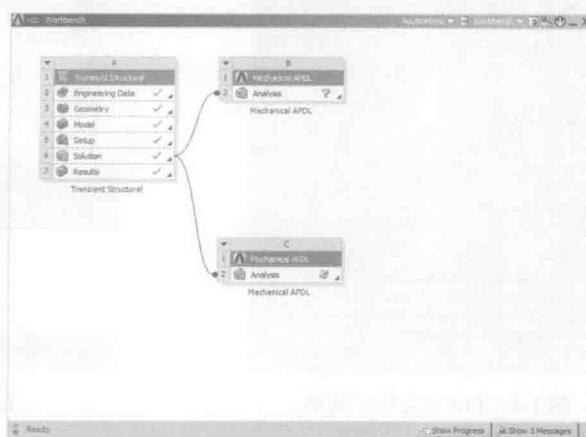

图 1-9 Workbench 15.0 简洁形式
**Compact Mode (简洁模式):** 选择此命令后，Workbench 15.0 平台将压缩为一个小图标 置于操作系统桌面上，同时在任务栏上的图标将消失。如果将鼠标移到 图标上，Workbench 15.0 平台将变成如图 1-9 所示的简洁形式。